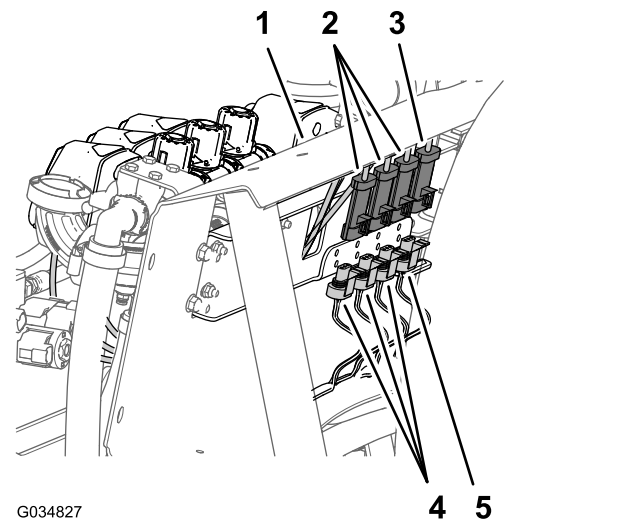

Figure 23
- À l'arrière du support du collecteur, débranchez le connecteur à 3 douilles de la vanne d'agitation et les connecteurs à 3 broches des 3 vannes de section de rampe (Figure 23).